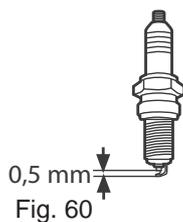

Fig. 60
- > S'assurer l'écartement de la bougie. Il devrait être de 0,5 mm (Fig. 60).